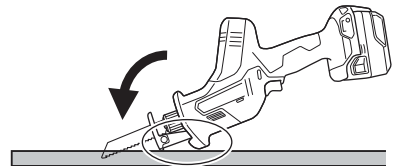

图 26
- (2) 慢慢切锯材料时, 轻微拉动扳机开关以保持低速。(图 26)。